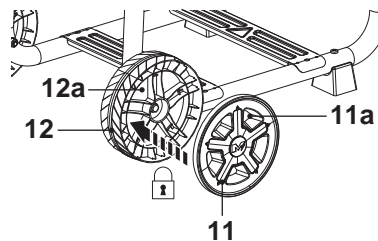

Fig. 4
1. Alinhe os 3 trincos (11a) na tampa de roda (11) com as ranhuras (12a) na roda e pressione firmemente a tampa de roda (11) até que os trincos (11a) encaixem no devido lugar (Fig. 4).